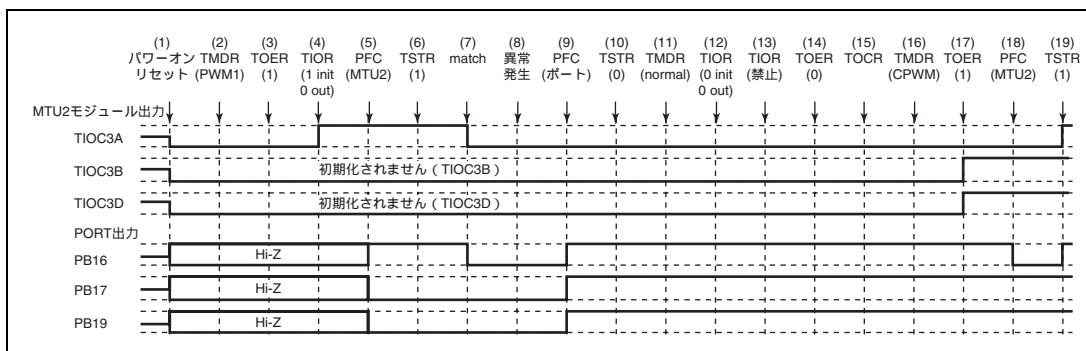

図 12.137 PWM モード 1 で異常が発生し、相補 PWM モードで復帰する場合
PWM モード 1 で異常が発生し、再設定後相補 PWM モードで再スタートする場合の説明図を図 12.137 に示します。
(1) ~ (14) は図 12.137 と共通です。
(15) TOCR でリセット同期 PWM の出力レベルと周期出力の許可禁止を選択してください。
(16) リセット同期 PWM を設定します。
(17) TOER でチャンネル 3、4 の出力を許可してください。
(18) PFC で MTU2 出力としてください。
(19) TSTR で再スタートします。